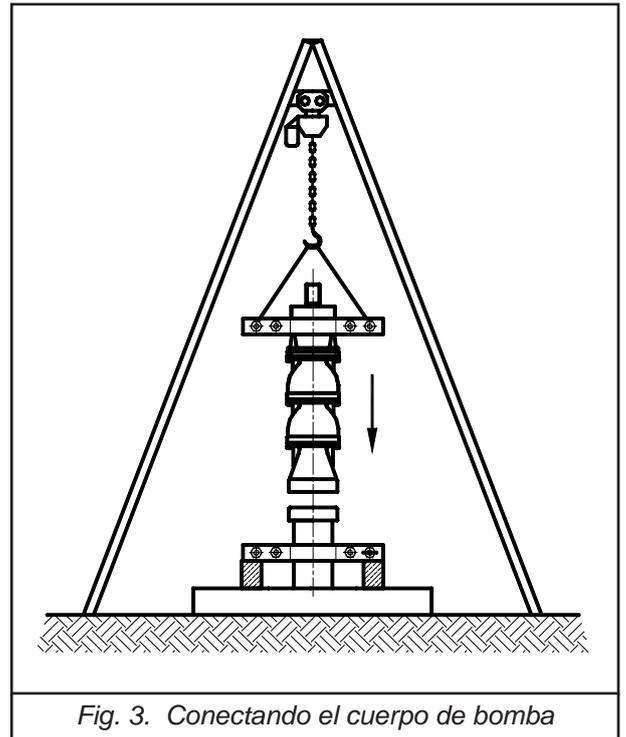

Fig. 3. Conectando el cuerpo de bomba
6.2.2 Instalación del cuerpo de la bomba (Fig. 3)